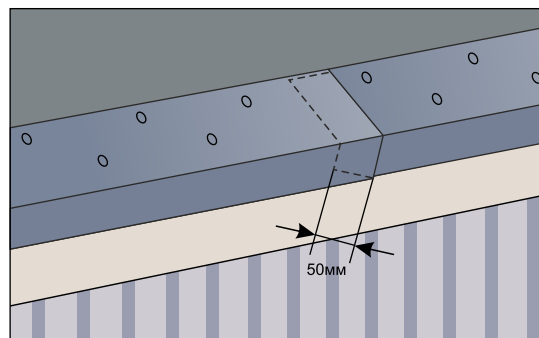

Рис. 16
- Металлические карнизные планки фиксируются к сплошному основанию с помощью кровельных гвоздей или, в качестве альтернативы, шурупами с плоской шляпкой с интервалом 10см в зигзагообразном порядке (рис.16);